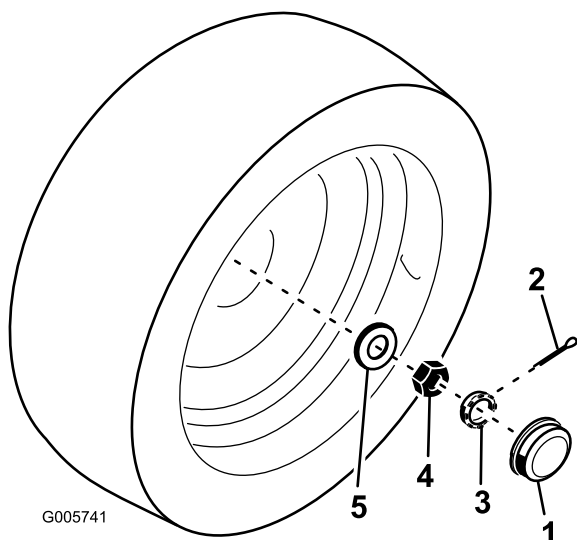

Figura 53
2. Retire a cobertura existente na extremidade do eixo da roda. Retire também o contrapino que prende o retentor (Figura 53).
3. Aperte a porca de retenção (Figura 53) com cerca de 8,5–11,3 Nm utilizando uma chave manual.